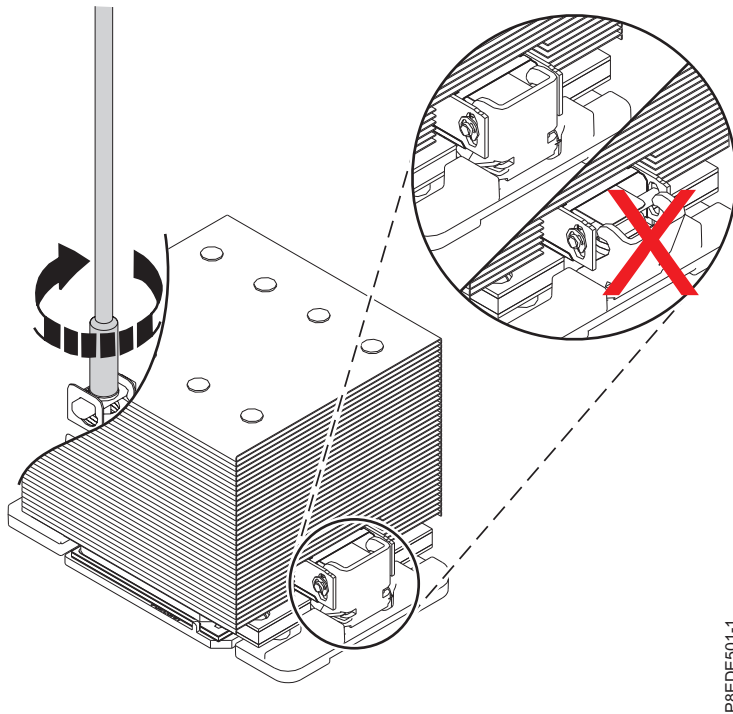

Figura 19. Fijación del dissipador térmico
**Nota:** Si el brazo de carga no está engranado, debe engranarlo manualmente en el disipador térmico mientras se aprieta el tornillo de carga. Consulte la Figura 19 en la página 20.
- a. Cuando coloque el disipador térmico sobre el módulo del procesador del sistema, asegúrese de que el brazo de carga en el lateral del disipador térmico esté engranado, como se muestra en la Figura 19 en la página 20.